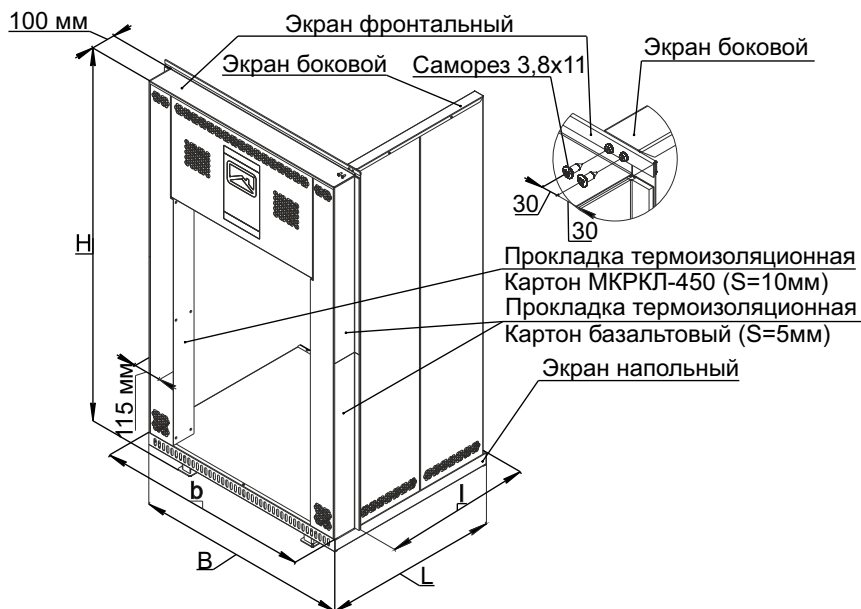

Рис.2
3) Зафиксировать боковой и фронтальный экраны с помощью саморезов (рис. 2).
ВНИМАНИЕ! Перед монтажом экрана фронтального проверьте наличие и целостность прокладок термоизоляционных (рис. 2), при отсутствии